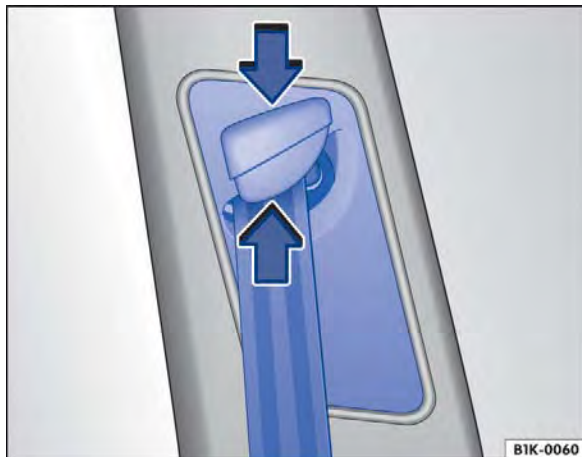

Fig. 68 Ao lado dos bancos dianteiros: regulagem de altura do cinto de segurança.
- Pressionar o dispositivo regulador no sentido da seta e mantê-lo pressionado $\Rightarrow$ Fig. 68.